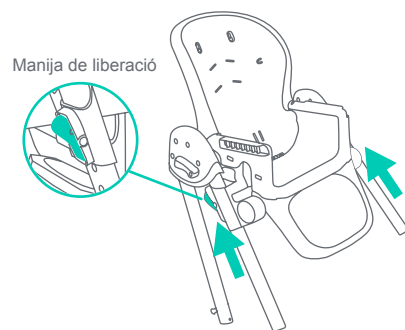

Fig. 6
- 6) • Apriete izquierda y derecha las Manijas de liberación simultáneamente y empuje el tubo por los Ajustador Altura hasta que se traben en la posición más alta (Fig. 6).